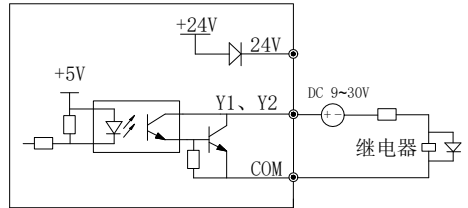

图 2-19 多功能输出端子输出接线方式 2
2) 多功能输出端子Y1、Y2作为开关量输出时也可使用外部电源，9~30V，接线方式请参见图2-19。